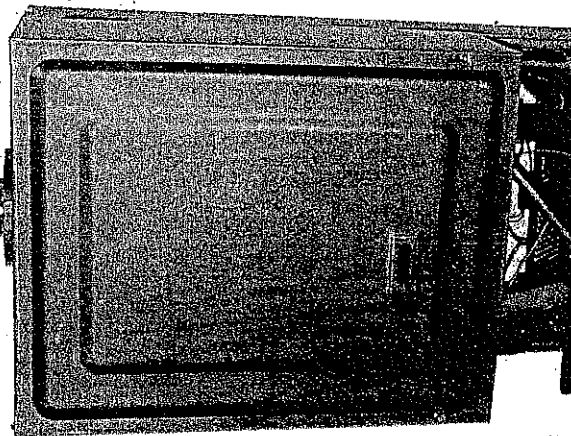

Fig. 12
- ⚠ Avant la première mise en route de l'appareil, il est impératif de remplir les siphons 12 (fig. 1) avec de l'eau, pour cela, mettre environ 1/4 de litre d'eau par l'orifice d'évacuation des gaz brûlés avant de monter le dispositif d'évacuation (Fig.12).